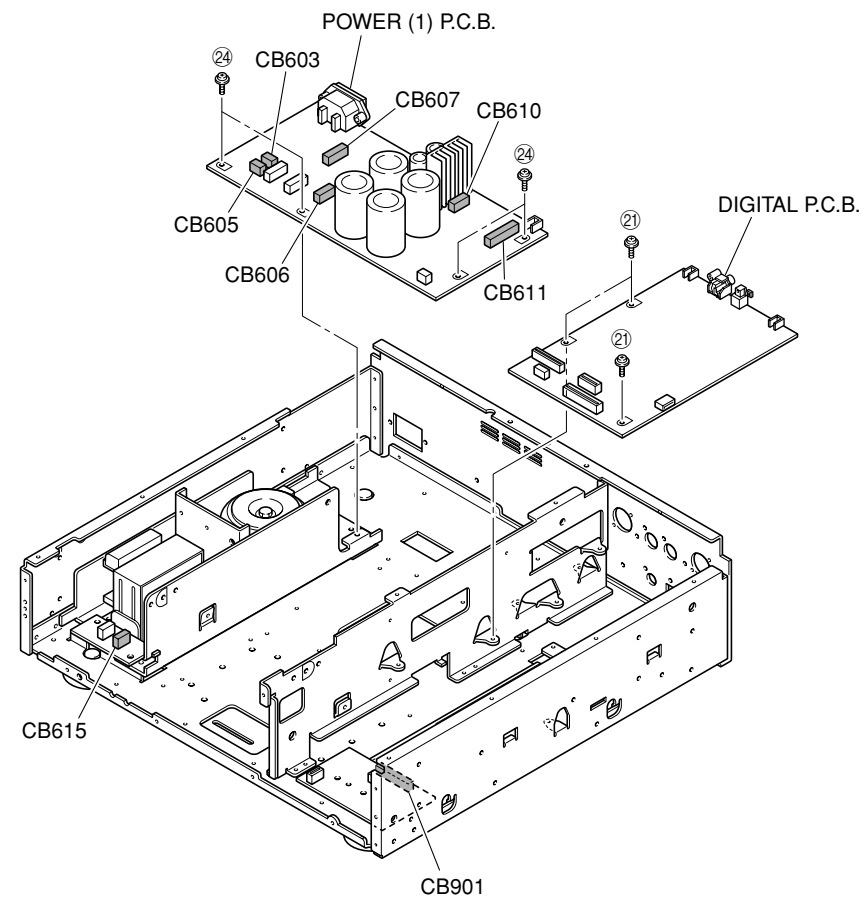

Fig. 8
- a. Remove 3 screws (㉑). (Fig. 8)
- c. Remove CB610-611 and CB901. (Fig. 8)
- d. Remove the DIGITAL P.C.B.. (Fig. 8)
8. Removal of POWER (2) P.C.B.
- b. Remove CB602 and CB604. (Fig. 8)
- c. Remove the POWER (2) P.C.B.. (Fig. 8)
9. Removal of POWER (1) P.C.B.
- a. Remove 4 screws (㉔). (Fig. 8)
- c. Remove CB603, CB605-607 and CB615. (Fig. 8)
- d. Remove the POWER (1) P.C.B.. (Fig. 8)
- a. ㉑のネジ3本を外します。(Fig. 8)
- c. CB610-611、CB901を外します。(Fig. 8)
- d. DIGITAL P.C.B.を取り外します。(Fig. 8)
- a. ㉔のネジ4本を外します。(Fig. 8)
- c. CB603、CB605-607、CB615を外します。(Fig. 8)
- d. POWER(1)P.C.B.を取り外します。(Fig. 8)